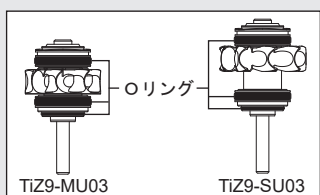

図 38
- ・カートリッジのOリングが、正しく取り付けられているか確認してからセットしてください（図 38）。